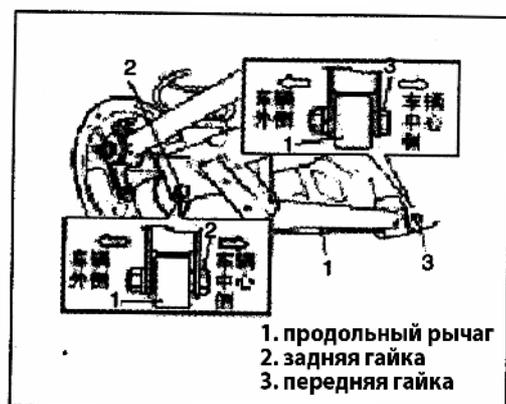

Рис. 567
1) Установите рычаг на кузов автомобиля и на задний мост, правильное направление установки болтов показано на рисунке (Рис. 567).